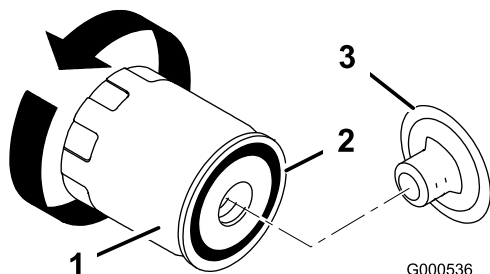

Figura 36
9. All'occorrenza, cambiate il filtro dell'olio (Figura 36).
2. Togliete il filtro usato e tergete la superficie della guarnizione del riduttore del filtro (Figura 36).
3. Spalmate un velo di olio pulito sulla guarnizione di gomma del filtro di ricambio (Figura 36).
4. Montate il filtro dell'olio di ricambio sul riduttore. Girate il filtro in senso orario finché la guarnizione di gomma non tocca il riduttore, quindi serrate il filtro di un altro 1/2 o 3/4 di giro (Figura 36).